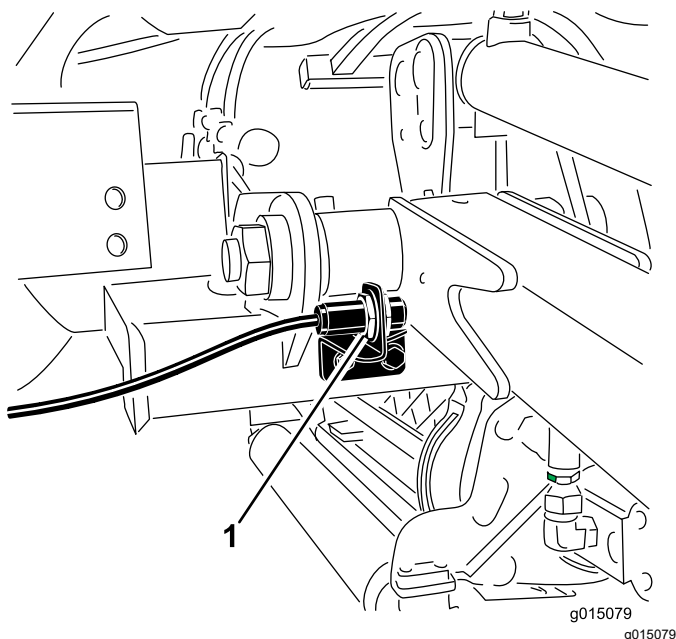

Figura 73
2. El interruptor del brazo de elevación está situado detrás del brazo de elevación delantero derecho (Figura 73).
3. Afloje los tornillos de montaje del interruptor (Figura 73) y mueva el interruptor hacia arriba para aumentar la altura de giro del brazo de elevación, o hacia abajo para reducir la altura de giro del brazo de elevación.